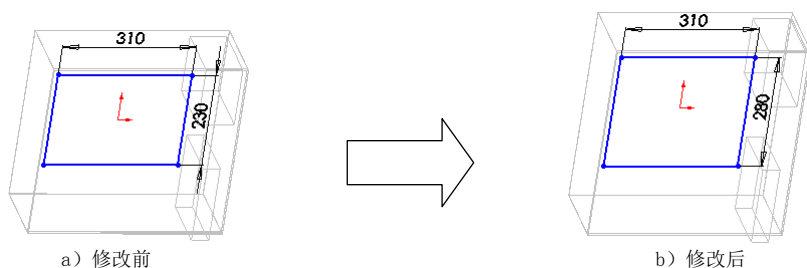

图 17.5.4 修改主板的长度尺寸
Step3. 双击要修改的宽度值尺寸 230, 输入新尺寸 280, 如图 17.5.4 所示。